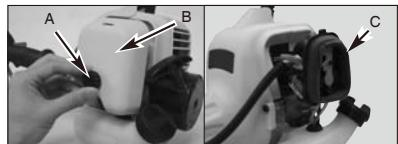

Fig. 16
1. Fjern knappen (A), der holder luftfiltrets dæksel på plads. Fjern dækslet (B) og løft filtret (C) fra luftboksen (Fig. 16).